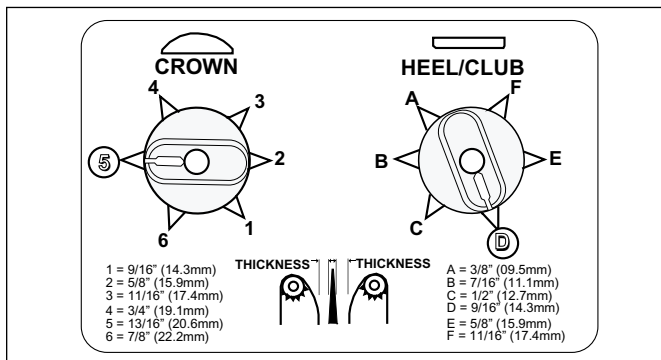

Figure 2a. Commandes de réglage d'épaisseur des petits pains pour les numéros de référence 9210606 et 9210616
1. Ajustez les commandes de réglage d'épaisseur des petits pains (Figures 2a et 2b) en procédant comme suit :